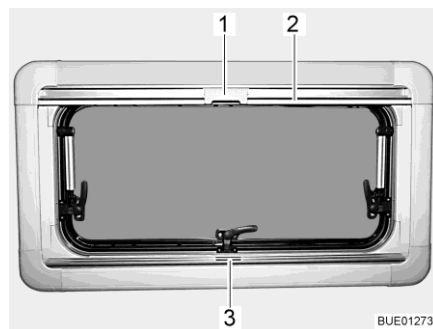
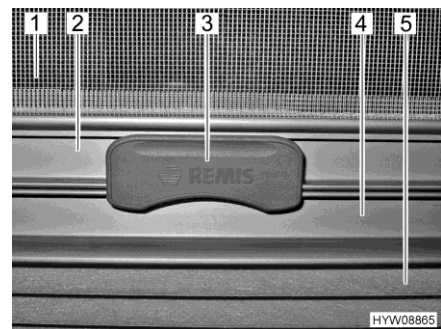

Bild 22 Överkantshängt fönster
Bild 23 Spärr
Plisségardinen (Bild 23,5) finns i den nedre rullgardinskassetten.
- Ta tag i mitten på plisségardinens list (Bild 22,3 och Bild 23,4) och drag den nerifrån och uppåt och släpp den vid önskad höjd. Plisségardinen stannar på denna höjd.
Insektsnät Insektsnätet (Bild 23,1) finns i den övre rullgardinskassetten.
Stänga: ■ Drag, med listen (Bild 22,2 och Bild 23,2), ner insektsnätet tills listen stöter mot plisségardinens (Bild 23,4).
■ Lås fast insektsnätets spärr (Bild 22,1 och Bild 23,3) på plisségardinens list. När spärren är låst, kan plisségardinens och insektsnätet justeras samtidigt.
Öppna: ■ Tryck spärren (Bild 23,3) på insektsnätet uppåt.
■ För långsamt tillbaka insektsnätet med listen (Bild 22,2).